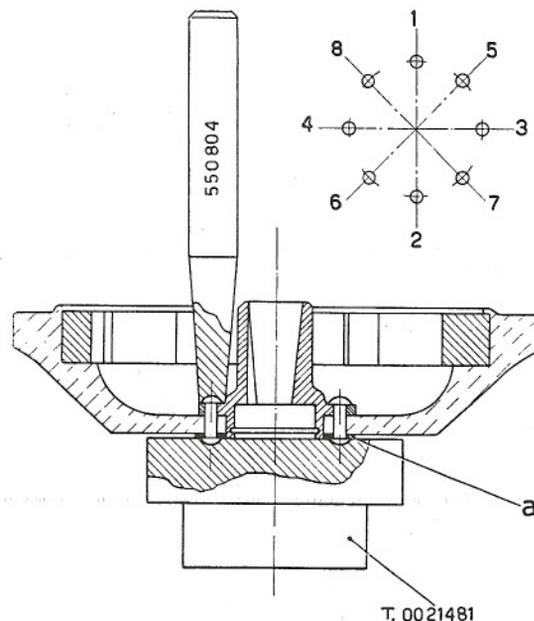

Fig. 5/D - Ribaditura chiodi fissaggio camma
3. - Togliere la rondella, indicata con « a » in fig. 5/D e quindi i ribattini, con il punzone 550805.
5. - Maggiorare a \varnothing 4,5 mm. i fori della rondella (di cui al n. 3) indicata in « a » in fig. 5/D. Montare la rondella sulla faccia esterna del rotore, la camma e i ribattini maggiorati, formandone la testa secondo l'ordine indicato in fig. 5/D con la matrice T. 0021481 ed il punzone 550804.